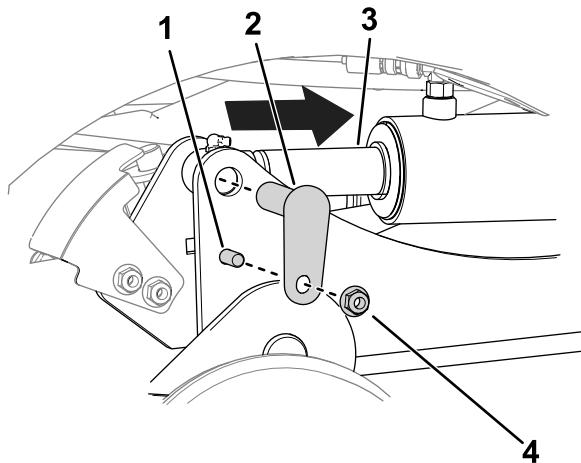

Figura 7
- B. Utilice un botador para alinear los orificios de las varillas de los cilindros con los orificios de los brazos de elevación (Figura 7).
- C. Utilice 2 pernos ($\frac{3}{8}$ " x $1\frac{1}{4}$ "), 2 tuercas ($\frac{3}{8}$ ") y 2 pasadores pequeños para sujetar los brazos de elevación a los cilindros (Figura 7).